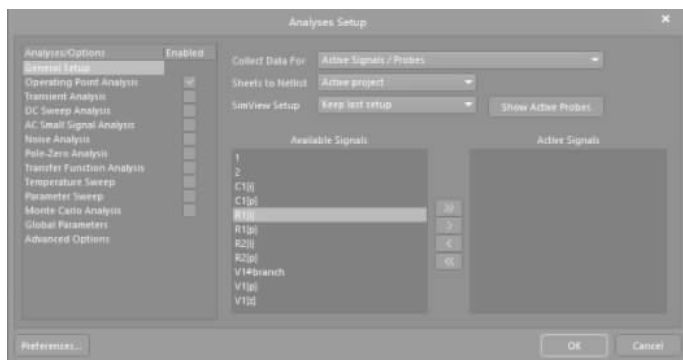

图 3-10 设置直流分析参数
(2) 打开如图 3-10 所示的 Analyses Setup(分析设置)界面。按下面参数设置: